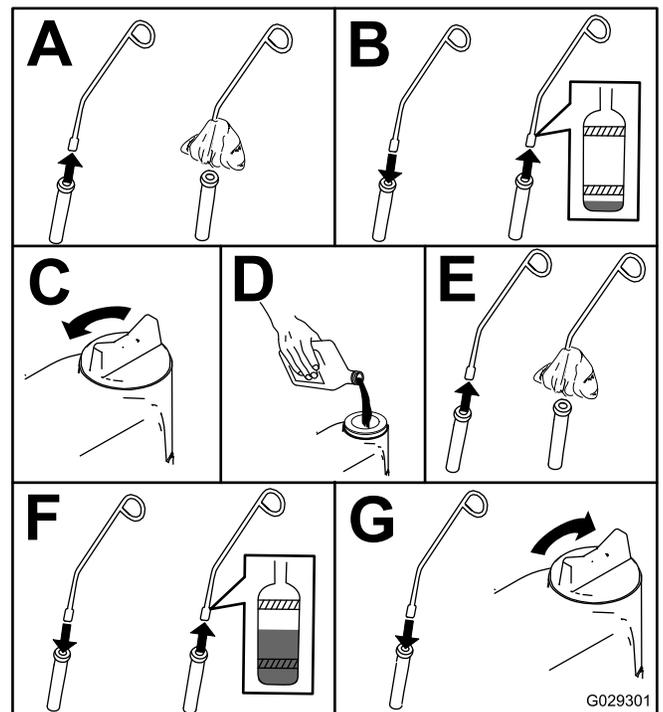

Figura 47
3. Compruebe el nivel de aceite del motor, tal y como se muestra en la Figura 47.